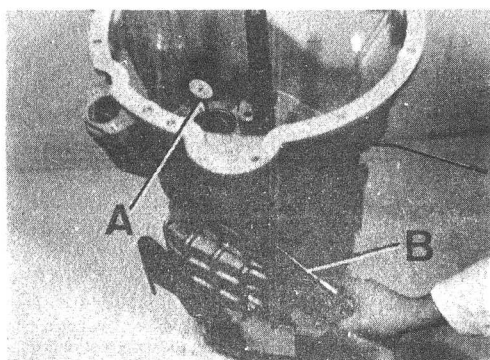

Fig. C1-85 Ajuste eje intermedio
- 2.2.5. Haciendo uso de un destornillador o desmontable, se apalancará sobre el engranaje de toma constante del eje intermediario, desplazando éste hacia arriba y abajo para medir su juego longitudinal en el comparador (Fig. C1-85).